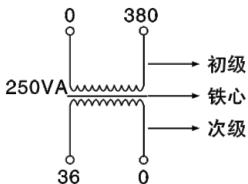
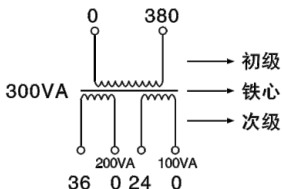
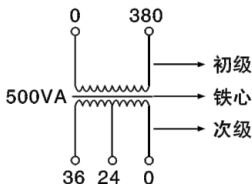
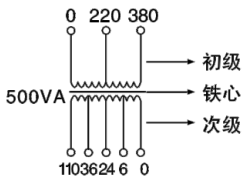

图1 单独绕组
图2 分立绕组
图3 混合绕组
图4 连续式中间带抽头绕组
3.2.3 本系列变压器的线圈，当初次级只有一个绕组时，可担负全部额定的容量；若有多绕组时，则按各绕组应能承担负载的容量分配；但各绕组的容量之和不得超过总容量，见图1、图2、图3、图4。
3.2.4.1 例如图1，CDJMB - 250VA，输入电压380V，输出电压36V。因为初、次级只有一个绕组，所以它可以担负全部容量250VA。
3.2.4.2 例如图2，CDJMB - 300VA，输入电压380V，输出电36V、200VA和24V、100VA。因为图中初级只有一个绕组，所以它所承担的容量是额定容量300VA，次级有两个分开的单独绕组，而且各绕组容量已标明，所以它们各自承担容量，但总量之和300VA。
3.2.4.3 例如图3，CDJMB - 500VA，输入电压380V，输出电压36V、24V。因为图中初级只有一个绕组，所以它所承担的容量是额定容量500VA，次级中间有中间抽头，所以次级的最高电压36伏单独使用时，才能带500VA的负载。24V则不能带500VA的负载，只能带133VA的负载，因为次级总电流 $I_2 = \frac{P_e}{U_2} = \frac{500VA}{36V} = 13.89A$ ，所以单独使用24V时的容量 = 24V × 13.89A = 333VA。如果36V、24V同时使用时。其电流之和也不能大于13.89A，总之，无论输出电压是单独使用或两组同时使用，其负载电流之和不能超过变压器的额定电流。
3.2.4.4 例如图4，CDJMB - 500VA，容量500VA，输入电压380V、220V，输出电压110V、36V、24V、6V。从图4中我们看出：初、次级绕组中都有中间抽头。初级的最大使用电流 $I_1 = \frac{P_e}{U_1} = \frac{500VA}{380V} = 1.316A$ ，所以无论使用220V或是380V时，其电流不能超过1.316A；即使用380V时，该变压器的容量是500VA，使用220V时，该变压器的最大容量是： $\frac{500VA}{380V} \times 220V = 289VA$ ，所以这时500VA的变压器则成了289VA的变压器了；同时次级容量也随之减小到289VA，次级的最大使用电流取决于初级的使用情况，如果初级接380V的电压上，此时的变压器应是500VA，所以次级电流应为 $I_2 = \frac{P_e}{U_2} = \frac{500VA}{110V} = 4.54A$ 。
6.1 购买前，先估算好您所使用的电器总容量，参考图1 - 图4的结构，选用留有一定容量的变压器，确保瞬时启动时不烧坏变压器。
7.1 变压器的型号、规格、容量、初、次级电压及次级电压的容量分配或参考图1-图4的举例来选择适合您自己的产品。